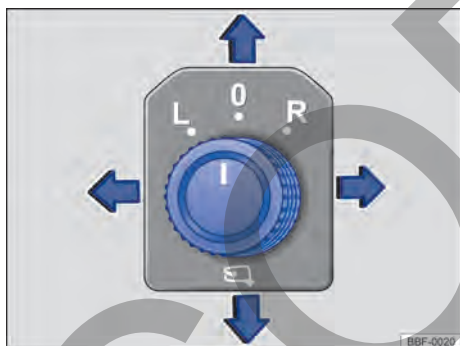

Fig. 80 En la puerta del conductor: mando giratorio de ajuste de los espejos retrovisores externos eléctricos.
- Girar la perilla en la puerta del conductor hasta el símbolo deseado → fig. 80.